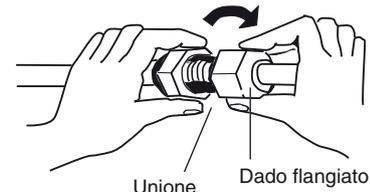

Fig. 5-5
- (3) Per un collegamento corretto, allineare il tubo di raccordo e quello svasato dritti uno rispetto all'altro e quindi avvitare bene il dado flangiato in modo da ottenere un'adesione perfetta (Fig. 5-5)